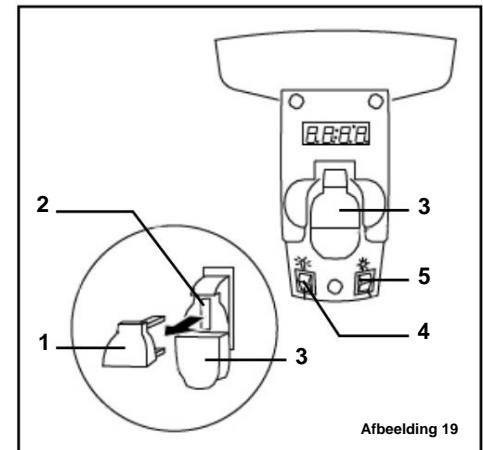

Afbeelding 18
HOEKSPEL VAN DE SPINDEL (FIG. 18)
1. Draai de buitenste moer (fig. 18 - 1) ongeveer 1/8 inch los.
2. Draai de schroef (Fig. 18 - 2) met de klok mee, zonder de opwaartse en neerwaartse beweging van de spindel te belemmeren, om de "speling" te elimineren.
3. Draai de borgmoer vast (Fig. 18 - 1).